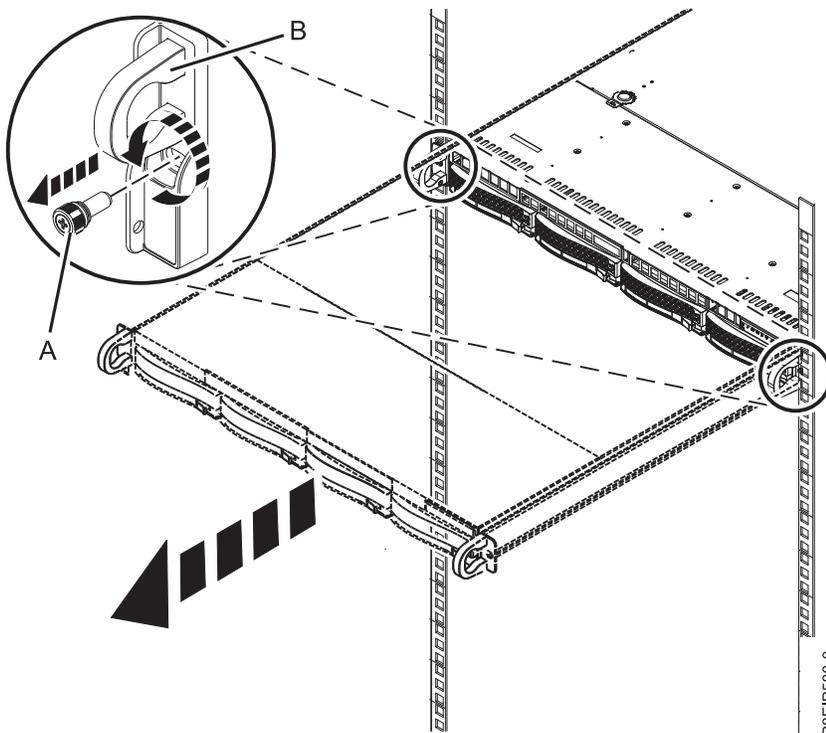

Abbildung 69. Vordere Schrauben entfernen und System aus dem Rack ausbauen
2. Entfernen Sie die vorderen Schrauben (A), mit denen das System an den Seiten am Rack befestigt ist (siehe Abb. 69).